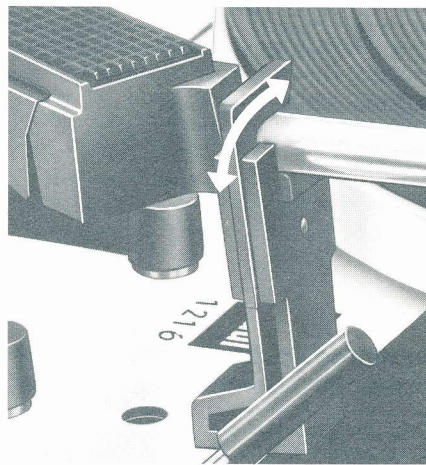

Fig. 7
Elija acto seguido la velocidad del plato ② requerida, coloque la tecla selectora ⑯ en el número que corresponda al diámetro del disco (17, 25 ó 30 cm., o bien 7, 10 ó 12 ") y libere el brazo fonocaptor (fig. 7). Con estas operaciones ha preparado el aparato para funcionar.
automáticamente a su soporte y el aparato se desconecta. Recomendamos cerrar la sujeción del brazo (fig. 7) si no desea utilizar más el aparato.